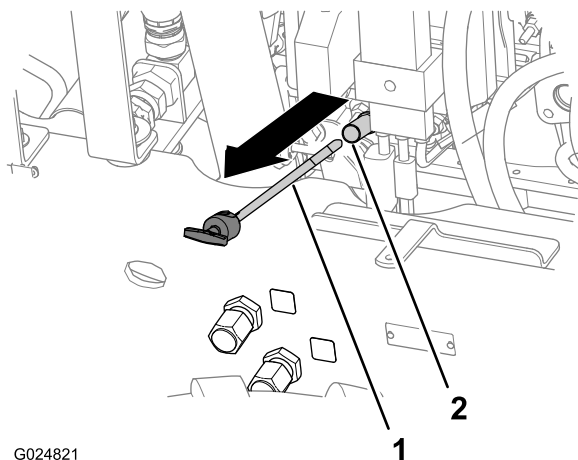

Рисунок 23
4. Выньте измерительный щуп и протрите его чистой тканью (Рисунок 23).
5. Вставьте щуп до упора в трубку, затем извлеките щуп (Рисунок 23).